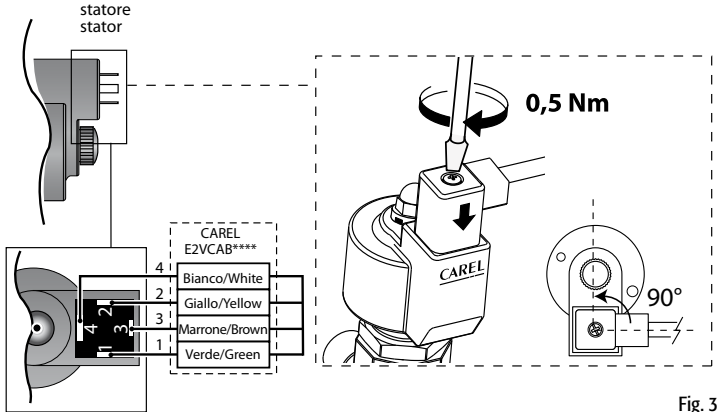

Fig. 3
- collegare il connettore già cablato al motore passo passo nel relativo alloggiamento e serrare la vite con una coppia di 0,5 Nm seguendo le indicazioni in Fig. 3. Collegare a questo punto l'estremità quadripolare del cavo nei relativi morsetti del Driver CAREL EVD*** o relativo controllo omologato CAREL ed impostare i parametri secondo il set riportato nella tabella sottostante.
- connect the pre-wired connector to the socket on the stepper motor and tighten the screw to tightening torque 0,5 Nm following the instructions in Fig. 3. Connect the four-pin end of the cable to the corresponding terminals on the CAREL EVD*** driver or approved CAREL controller and set the parameters as shown in the table below.
- Raccorder le connecteur déjà câblé au moteur pas à pas dans le logement correspondant et serrer la vis avec un couple de 0,5 Nm en suivant les indications de la Fig. 3. Connecter ensuite l'extrémité quadripolaire du câble aux bornes correspondantes du Driver CAREL EVD*** ou du régulateur homologué CAREL et configurer les paramètres selon la valeur reprise au tableau ci-dessous.
- Den vorverdrahteten Steckverbinder in den Schrittmotor einfügen und die Schraube nach den Anleitungen der Fig. 3 mit rund 0,5 Nm Drehmoment festschrauben. Das Vierleiterkabelende an die entsprechenden Klemmen des CAREL-Treibers EVD*** oder an eine andere zugelassene CAREL-Steuerung anschließen und die Parameter gemäß Parameter-Set der nachstehenden Tabelle einstellen.